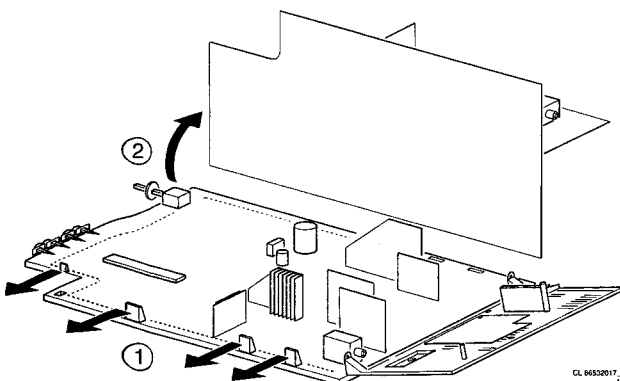

Figure 4-5
- Drücken Sie die Sperren des Chassis-Einsatz nach außen (1)
- Heben Sie die Monoplatine aus dem Einsatz (2)
4.2.5 Reparatur der Chassisplatine (Abbildung 4-5)